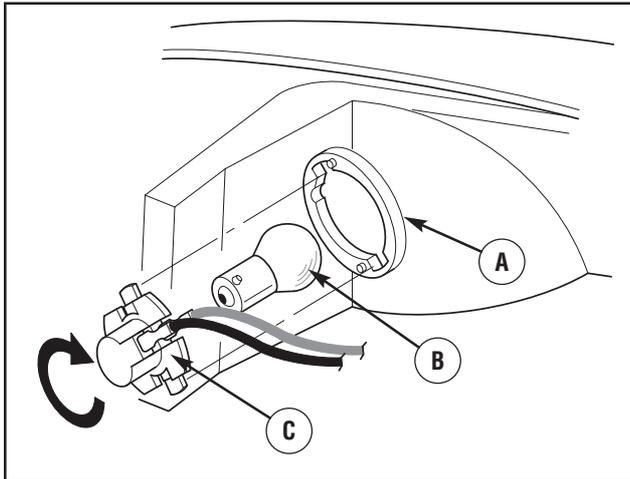

Figura 40: Sostituzione della lampadina
2. Ruotare la **base** fino a che le alette si allineano con le tacche della **cornice** (figura 40). Rimuovere la **base**. Ruotare la **lampadina** ed estrarla.